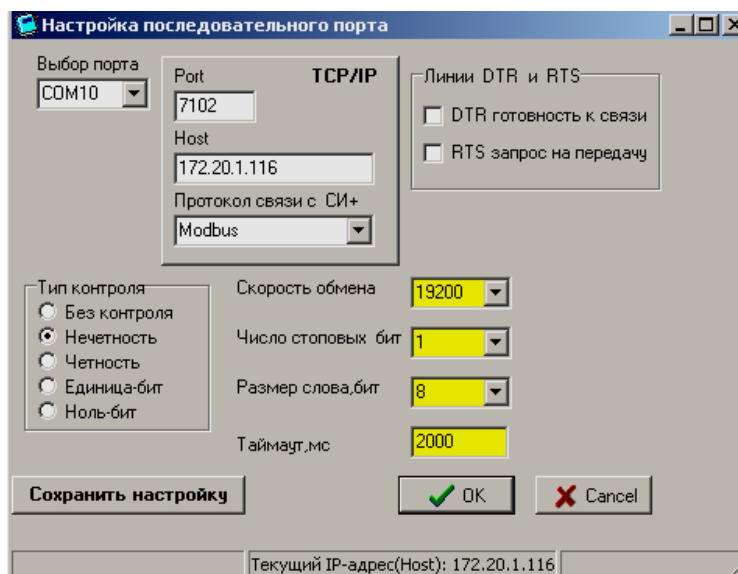

Рисунок 2.5
2.5 Нажать на кнопку «Настроить» для активации формы «Настройка последовательного канала» (рисунок 2.5). Для выбранного порта установить: скорость обмена – **19200** бод, число стоповых бит -**1**, размер слова – **8** бит, тип контроля – **нечётность**. Нажать на кнопку «Сохранить настройку». Выйти в начальную форму.